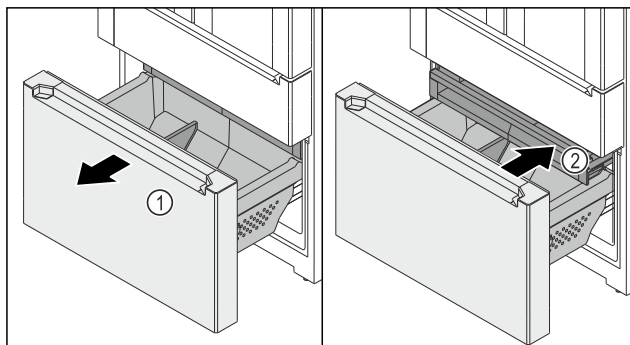

Fig. 148
- Uittrekwagen Fig. 148 (1) tot aan aanslag er uit trekken.
- Schuifvak Fig. 148 (2) is automatisch uitgetrokken.
- Schuifvak Fig. 148 (2) inschuiven.